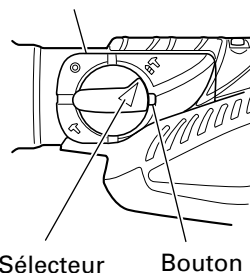

Fig. 6
(1) Commutation sur "rotation + percussion"
- (b) Aligner ▲ du levier de sélection sur **RT** du support de levier comme indiqué sur la Fig 6.